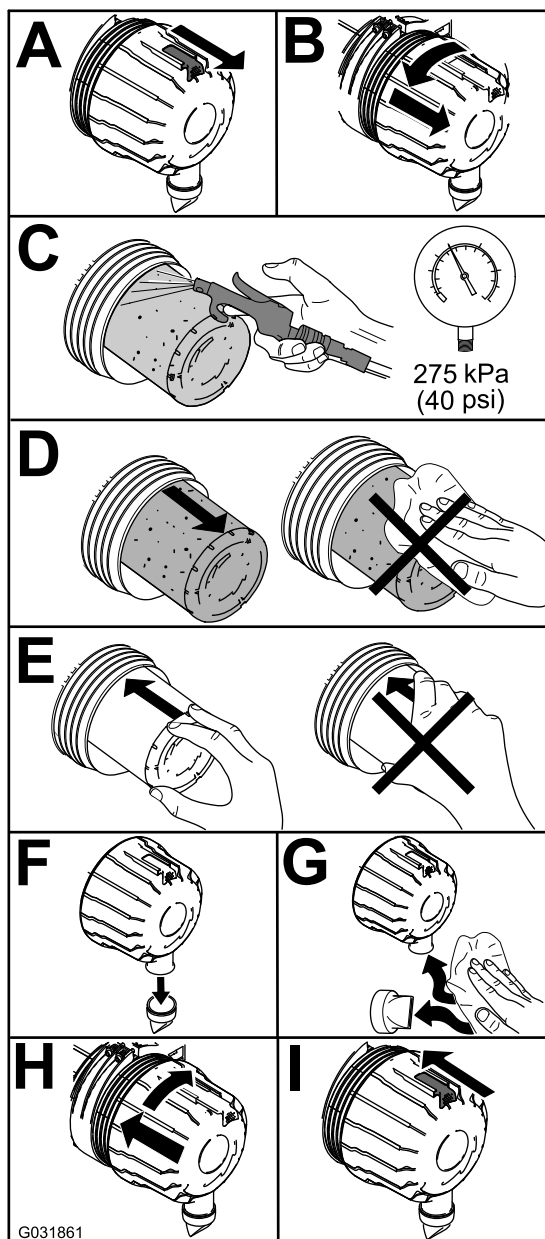

Figure 54
1. Remplacez le filtre à air (Figure 54).